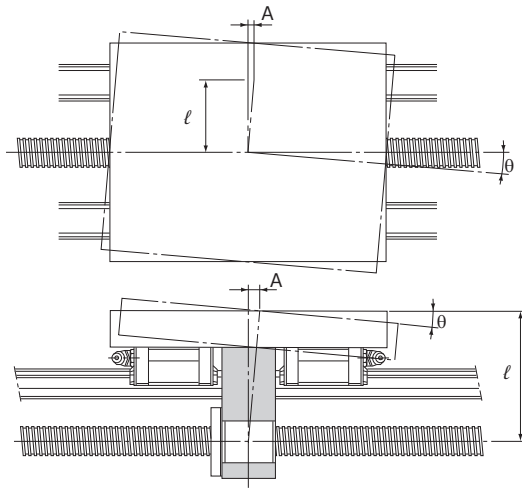

图16
- $\ell$ ：从滚珠丝杠中心的垂直(或水平)距离 (mm) (参照图16)